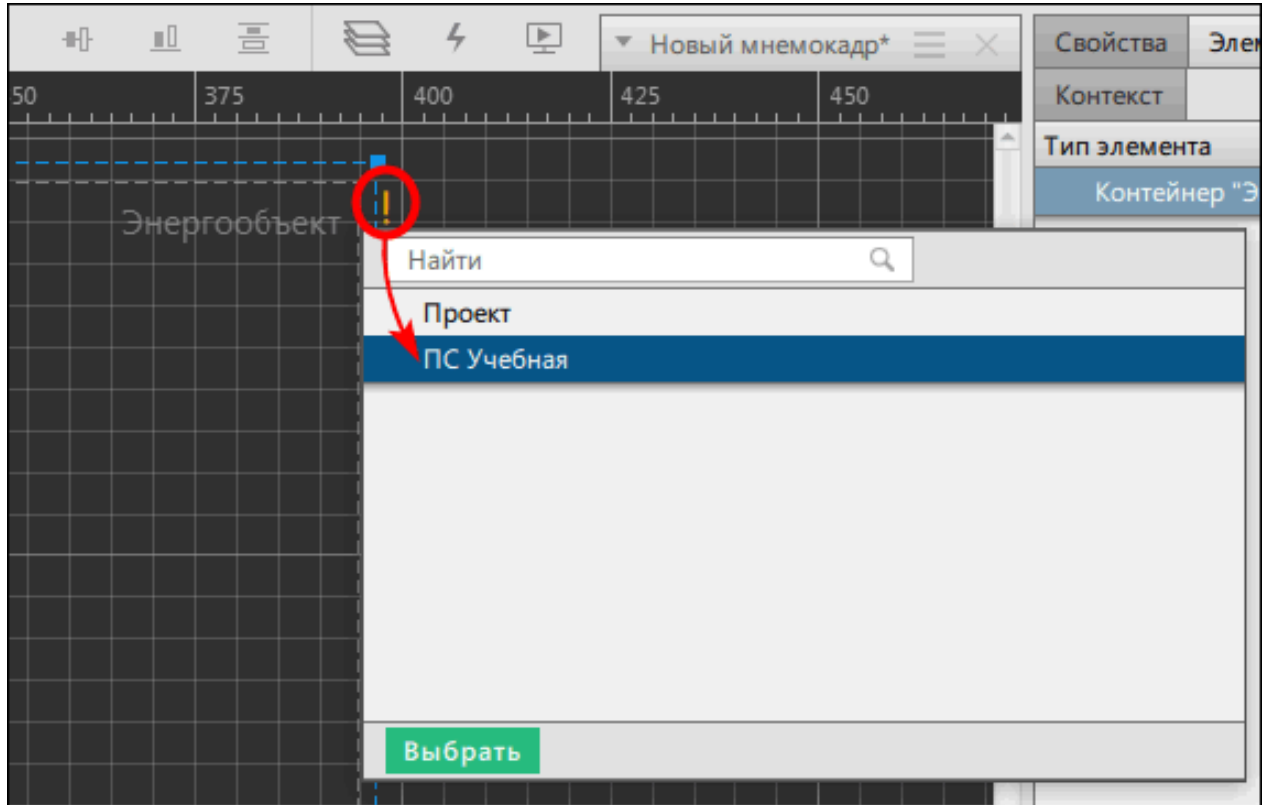

Рисунок 373 - Добавление энергообъекта
3. Выделите область в редакторе, нажмите на ! и выберите существующий энергообъект (Рисунок 373).